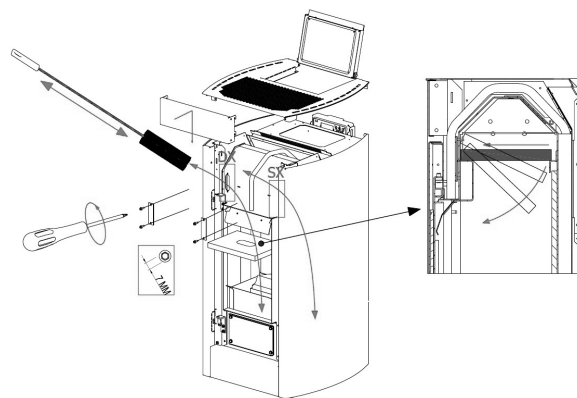

Fig. 85 - Rengøring
- Træk den øverste deflektor af (se **Fig. 85**), opsug eventuel aske og rengør forbrændingskammerets indvendige vægge.